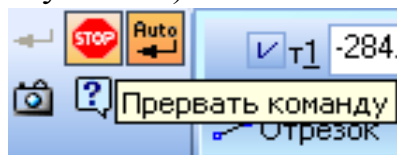

Рисунок 2.7 – Кнопка Прервать команду
4. Для завершения работы команды *Отрезок* нажмите на кнопку *Прервать команду* (рисунок 2.7).